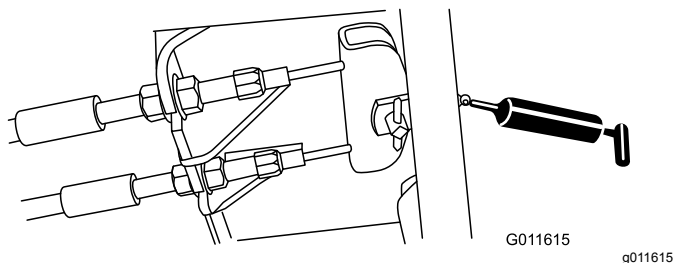

Figura 71
- Pedal do travão (1) (Figura 71)